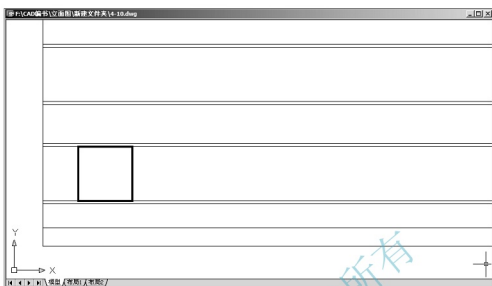

图 4.11 绘制出左下角 1800mm × 1800mm 的窗洞口
④ 在指定另一个角点或 [面积 (A)/ 尺寸 (D)/ 旋转 (R)]: 提示下, 输入 “@1800, 1800” 后按 Enter 键结束命令, 结果如图 4.11 所示。